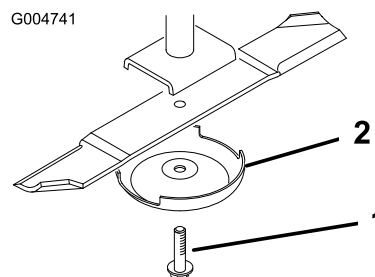

Figure 141
3. Enlevez le boulon, la coupelle de protection et la lame de l'axe de pivot (Figure 141).